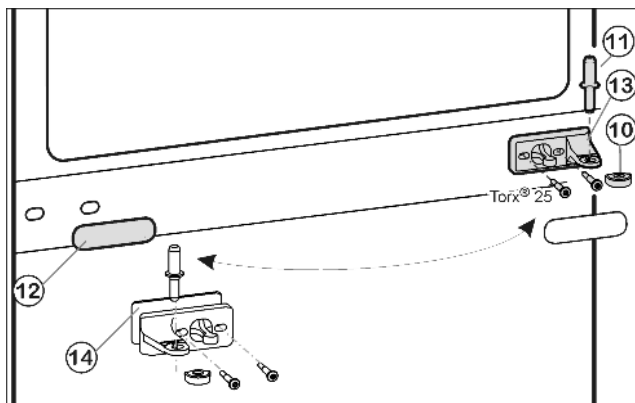
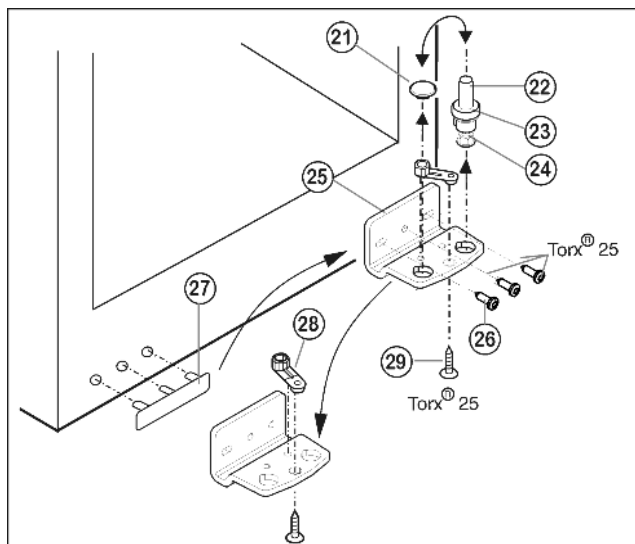

Fig. 6
Fig. 7
- ▶ Izvucite svornjak ležaja u sredini Fig. 6 (11) iz podloška ležaja i donjih vrata.
- ▶ Skinite plastičnu kapicu Fig. 6 (10).
- ▶ Odvijte podložak ležaja Fig. 6 (13) (2 x Torx® 25).
- ▶ Oprezno skinite plastični poklopac Fig. 6 (12).
- ▶ Podložak ležaja u sredini Fig. 6 (13) s podloškom Fig. 6 (14) **pritegnite čvrsto (s 4 Nm)** okrenut za 180° na novu stranu šarke.
- ▶ Ponovo stavite plastični poklopac Fig. 6 (12), zaokrenut za 180°, na novu stranu ručke.
- ▶ Cijeli svornjak ležaja Fig. 7 (22), s pločicom Fig. 7 (23) i podesivom nožicom Fig. 7 (24) skinite prema gore.
- ▶ Podignite čep Fig. 7 (21).
- ▶ Odvijte podložak ležaja Fig. 7 (25) Fig. 7 (26).
- ▶ Odvijte dio ležišta Fig. 7 (28) Fig. 7 (29) i premjestite ga u suprotnu prihvatnu rupu podloška ležaja, ponovo ga zavijte.
- ▶ Oprezno nadignite pokrov na strani ručke Fig. 7 (27) i premjestite ga na suprotnu stranu.
- ▶ Eventualno pomoću odvijača na baterije ponovo čvrsto pričvrstite vijcima podložak ležaja Fig. 7 (25) na novoj strani šarke (**s 4 Nm**).
- ▶ Ponovo umetnite čep Fig. 7 (21) u drugu rupu.
- ▶ Ponovo umetnite cijeli svornjak ležaja Fig. 7 (22), s pločicom i podesivom nožicom. Pri tome pazite da je ispučenje za blokiranje okrenuto prema otraga.
- ▶ Stavite donja vrata odozgo na donji svornjak ležišta Fig. 7 (22).
- ▶ Ponovo stavite plastični poklopac Fig. 6 (10) na srednji podložak ležaja Fig. 6 (13).
- ▶ Umetnite srednji svornjak ležaja Fig. 6 (11) na novu stranu šarke kroz podložak ležaja u sredini Fig. 6 (13) u donja vrata.
- ▶ Stavite gornja vrata na svornjak ležaja u sredini Fig. 6 (11).
- ▶ Poravnajte vrata eventualno preko obje uzdužne rupe u donjem podlošku ležaja Fig. 7 (25) i srednjem podlošku ležaja Fig. 6 (13) u liniji s kućištem uređaja. Za to odvijte srednji vijak na donjem podlošku ležišta Fig. 7 (25).